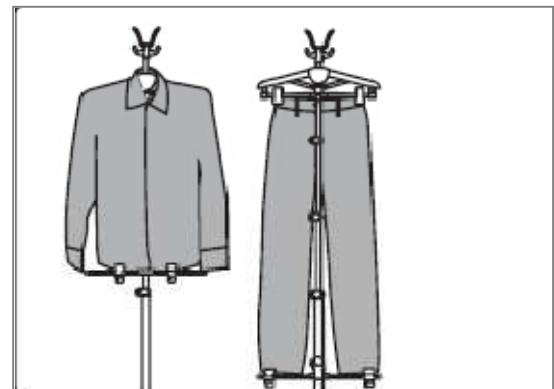

fig.25
- Pour ce faire, vous pouvez utiliser le tendeur de pantalon (fig.25 – page31) ou simplement tendre le tissu en le tirant grâce à votre main libre. (fig.21 & fig.22)
- Le tendeur de pantalon vous aidera à maintenir votre vêtement (T-shirt ou pantalon) tendu pour de meilleures performances de défroissage. (fig.25)